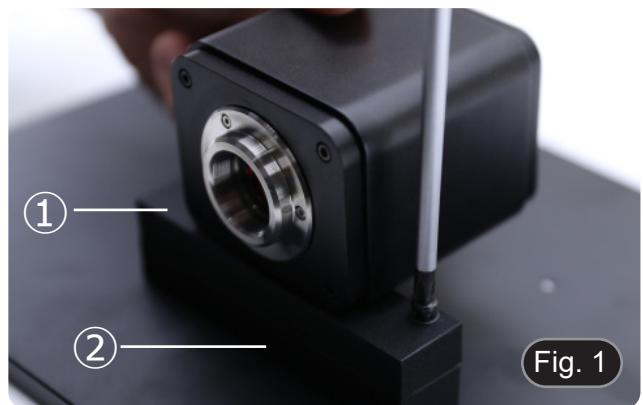

Fig. 1
1. À l'aide des vis fournies, joindre la plaque de fixation montée sur la caméra ① et la plaque de fixation montée sur le moniteur ②. (Fig. 1)